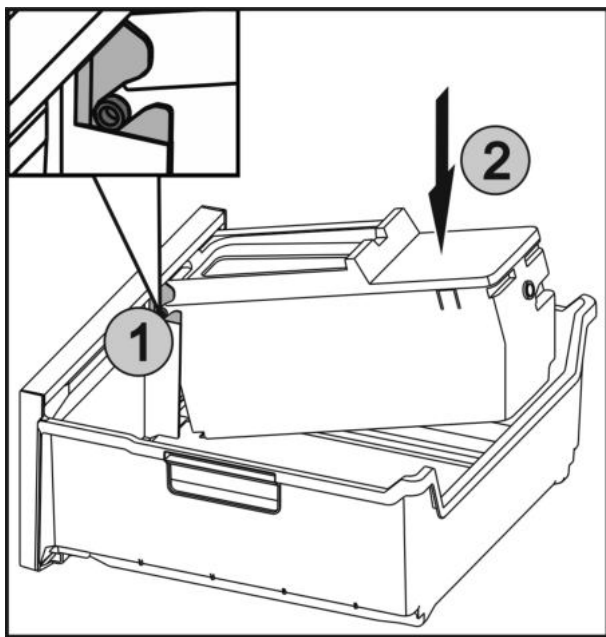

Fig. 51
- ▶ Вкарайте осите Fig. 51 (1) на EasyTwist-Ice във водачите и натиснете задната страна Fig. 51 (2), докато езичето се фиксира.